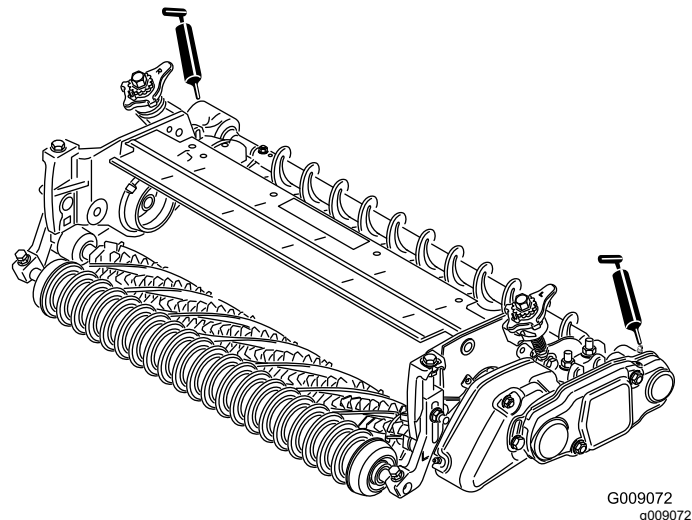

Bild 35
27. Schmieren Sie die Schmiernippel an den Lagergehäusen jeder Rollenbürste und an den anderen Stellen an der Schneideinheit mit Nr. 2 Allzweckfett auf Lithiumbasis ein (Bild 35).